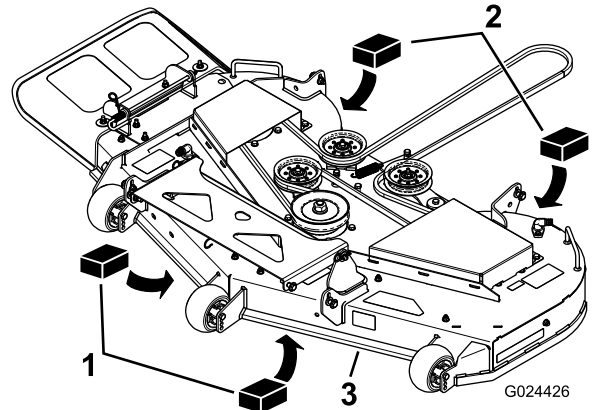

Figura 75
3. Coloque dos bloques de 6,6 cm de grosor debajo de cada lado del borde delantero de la carcasa, pero no debajo de los soportes de los rodillos protectores del césped (Figura 75).
4. Coloque dos bloques de 7,3 cm de grosor debajo del borde trasero del faldón de la carcasa de corte, uno en cada lado de la carcasa de corte (Figura 75).